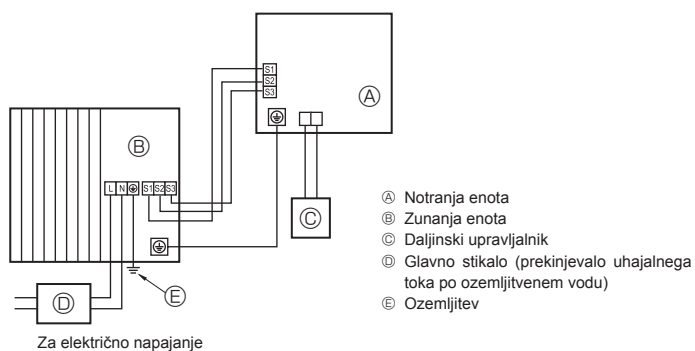
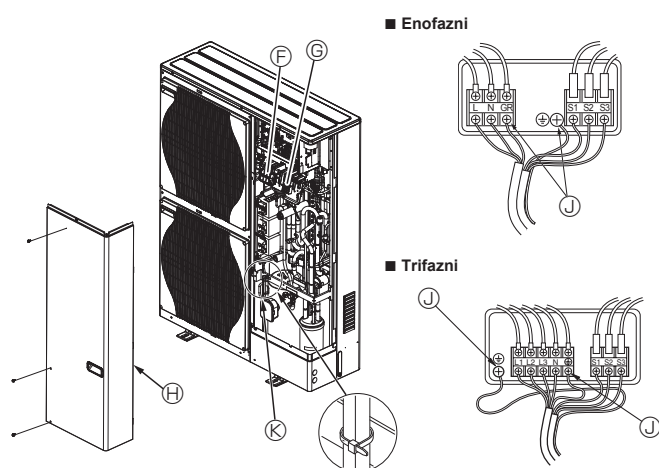

Fig. 5-1
Fig. 5-2
5.1. Zunanja enota (Fig. 5-1, Fig. 5-2)
- ① Odstranite servisno ploščo.
- ② Povežite kable, kot je prikazano na slikah Fig. 5-1 in Fig. 5-2.